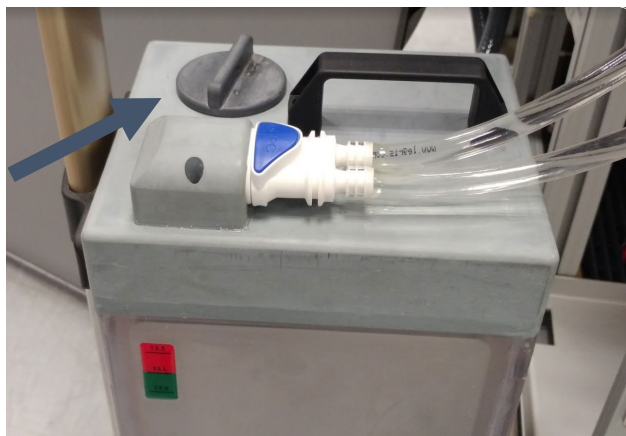

Figura 12-4
Paso 6. Abra la tapa del depósito de agua. Consulte la Figura 12-4.